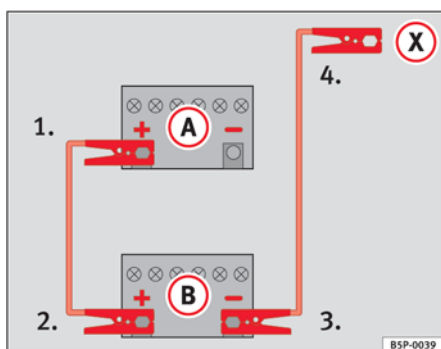

Fig. 185 Esquema de conexión de los cables de emergencia
En la ⇒ **fig. 185 A** representa a la batería sin carga y **B** a la batería con carga.
1. Emborne un extremo del cable de emergencia rojo al polo positivo ⇒ **fig. 185 ⊕** del vehículo con la batería descargada ⇒ ⚠.